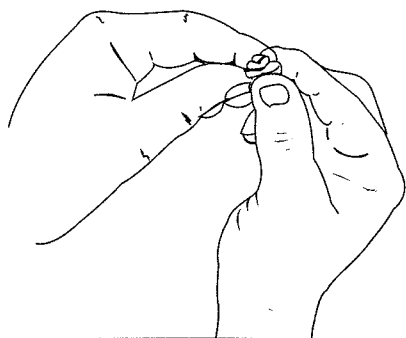

Fig. 27
5. Spremere il filtro in modo tale da stendere l'olio ed eliminarne l'eccesso (Fig. 27).